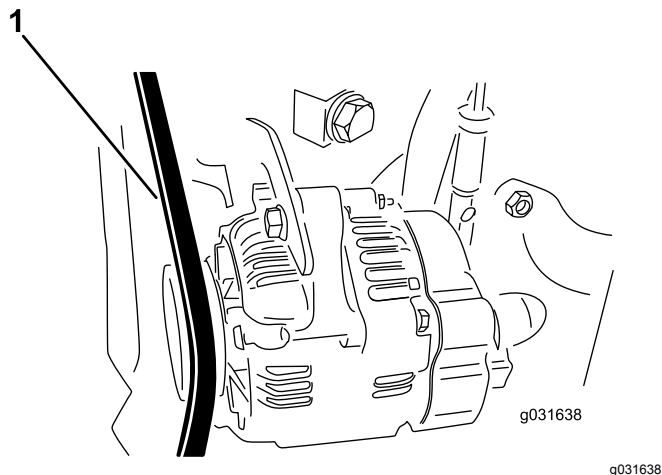

Рисунок 61
2. Проверьте натяжение, надавив на ремень посередине между шкивами генератора и коленчатого вала с усилием 30 Н·м (Рисунок 61).